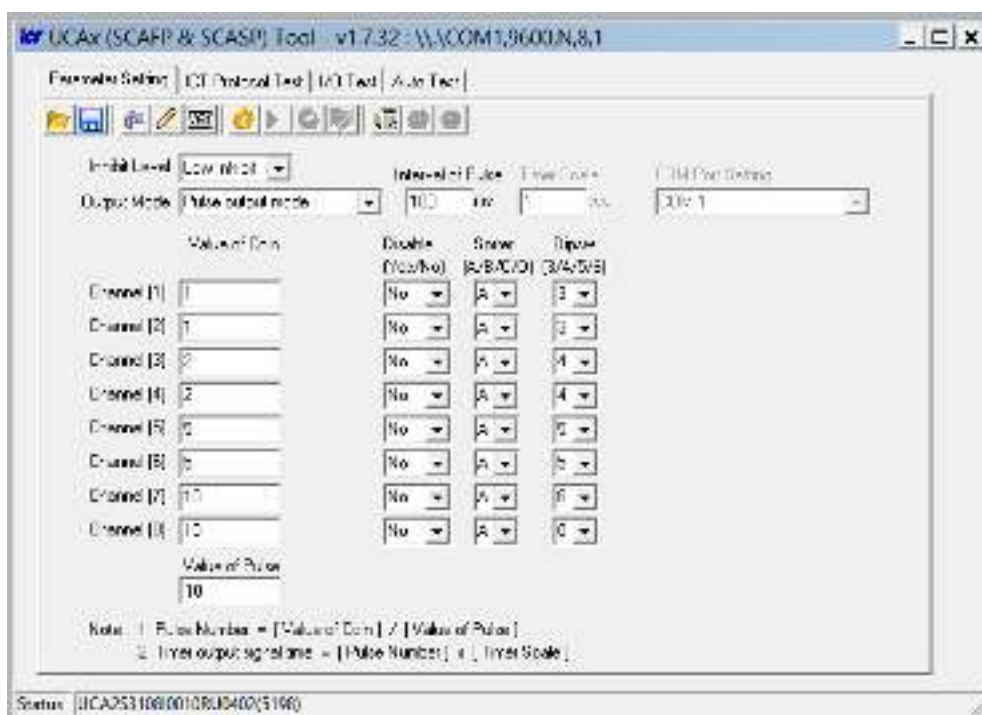

Рисунок 33. Внешний вид окна программы с установленными настройками (приведен пример конфигурации на прием суммы 10 рублей)
3. На ПК установите и запустите приложение для настройки параметров картоприемника **«UCAx Tools»**. Внешний вид окна приложения показан на рис. 33, связь с монетоприемником устанавливается автоматически сразу после запуска приложения.
- нажмите кнопку  **Read current version from UCA1**, в строке **Status** будет показана текущая версия ПО – например, *UCA2S3801I0010(5198)* (см. рис. 33);
- в таблице в столбцах **Value of Coin**, **Disable**, **Sorter**, **Dipsw** установите для каналов монетоприемника (от 1-го до 8-го) номиналы монет и соответствующие им параметры, как показано на рис. 33.
5. В поле **Value of Pulse** введите сумму, которую необходимо внести пользователю для прохода (на рис. 33 показан пример суммы в 10 рублей).